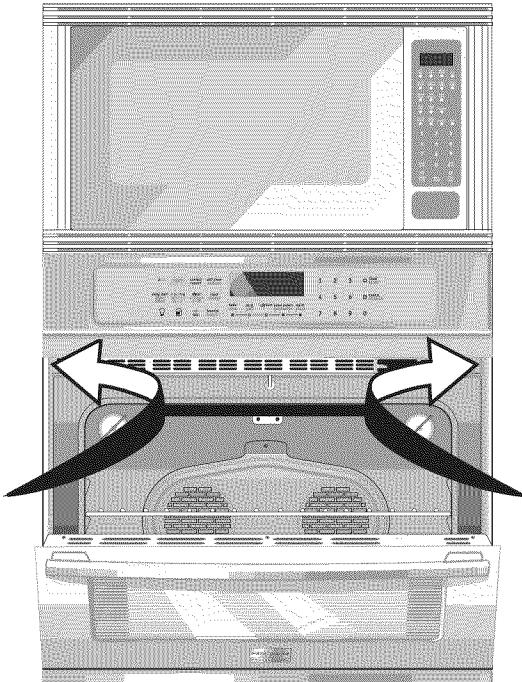

Figure 6
- Les vis situées sur les moulures latérales peuvent servir de gabarit (voir la figure 6).